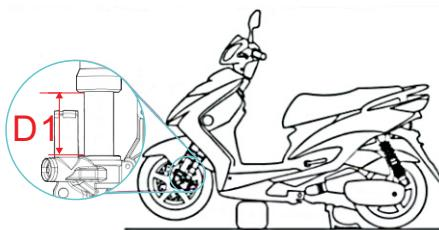

图1
2. 以图1所示：立起三星柱，将车体撑起，使前轮腾空，此时测量避震器行程。